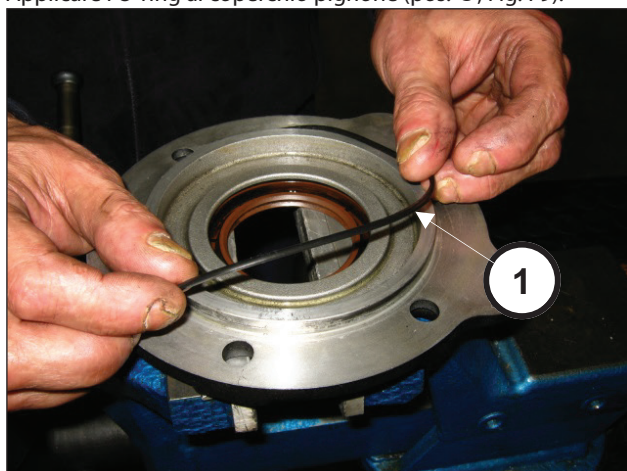

Fig. 79
Applicare l'O-ring al coperchio pignone (pos. ①, Fig. 79).